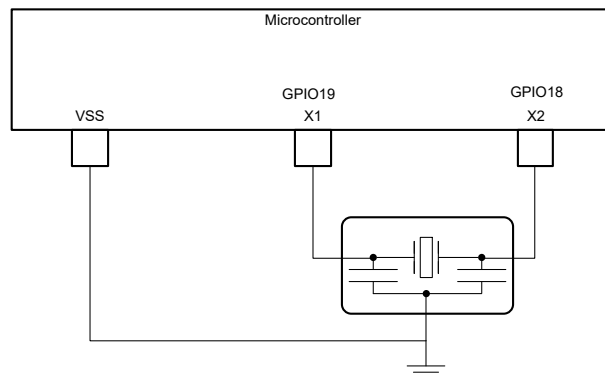

図 6-16. 外部共振器
- 外部共振器。図 6-16 に示すように、X1 と X2 の間に共振子を接続し、そのグランドを VSS に接続する必要があります。